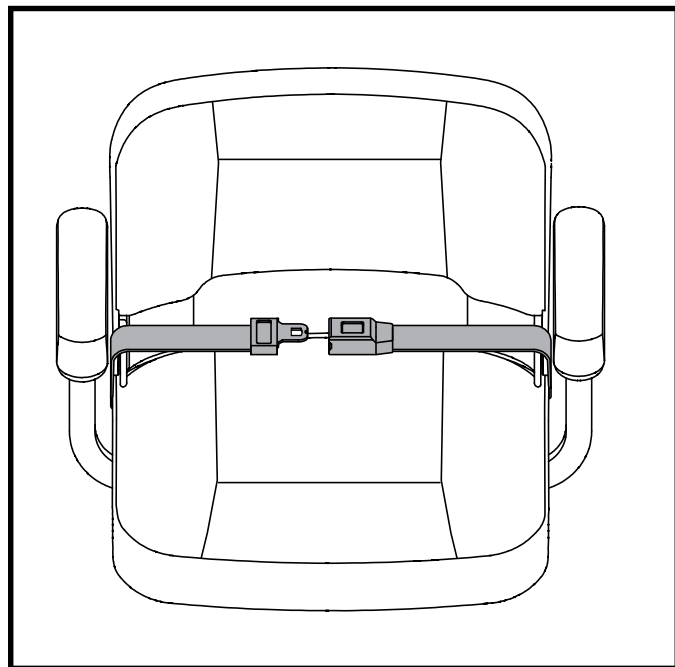

Figura 23. Cinture di sicurezza- Cintura di sicurezza con aggancio metallico
2. Posizionare la seduta a testa in giù per poter lavorare sulla base della seduta. **Vedere figura 23.**